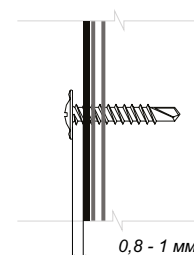

Рис. 23
■ Прижмите панель к обрешетке и закрепите саморезами. Прикручивайте панель от центра к краям. Не крепите сайдинг слишком плотно. Оставьте расстояние примерно 0,8-1 мм между нижним краем шляпки самореза и панелью так, чтобы она имела свободный ход по горизонтали (рис.23).